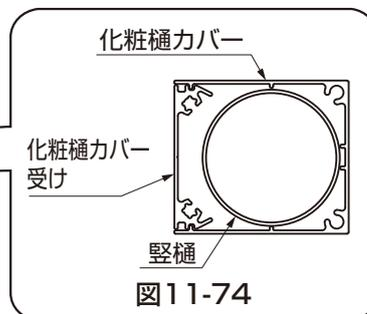

図11-74
- ① 92°エルボに加工した豎樋を取付けてください。
- ② 加工した化粧樋カバーを化粧樋カバー受けにはめ込んでください。(図11-74参照)